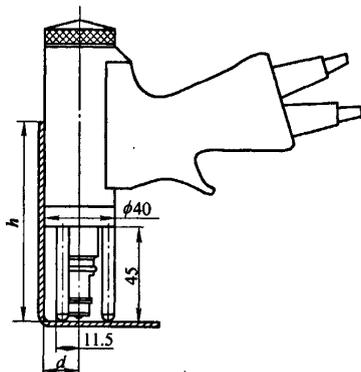

图 4
(1) 当螺柱焊接在靠折边位置(见图4)时,螺柱中心点距折边的最小距离 d 应为:当折边高 $h \leq 45\text{mm}$ 时,最小距离 $d = 12\text{mm}$;当折边高 $h > 45\text{mm}$ 时,最小距离 $d = 21\text{mm}$ (由于使用支管支撑最小距离 d 大于支脚支撑方式,故不作论述)。